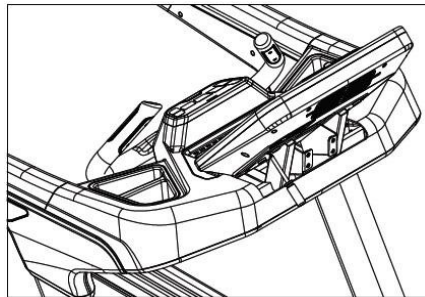

Abb. 4.1.2
- 2) Wie in Abb. 4.1.2 dargestellt, entfernen Sie die Kabelverbindung und lösen Sie dann die Schrauben des Computers mit einem Schraubenzieher. Nehmen Sie den Computer vom Gerät ab.**